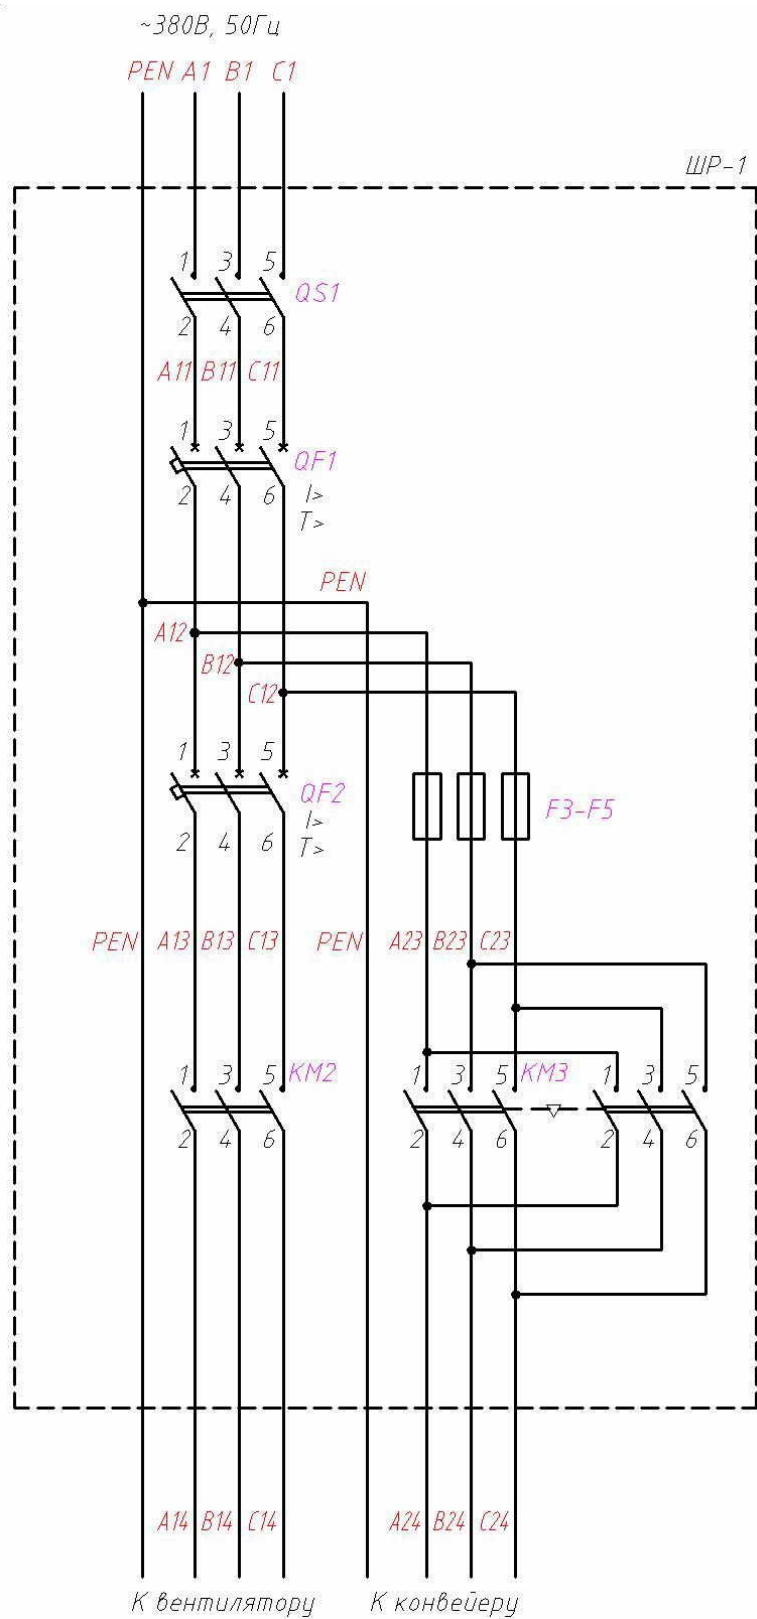

Рисунок 1 - Схема электрическая принципиальная ЩР-1
1. Выбрать все электрические аппараты, указанные на схеме (см. рис. 1). При выборе аппаратов считать, что ШР-1 защищается таким же автоматическим выключателем, что и QF1, но его уставки выбраны с учётом требований селективности (эти уставки необходимо определить).